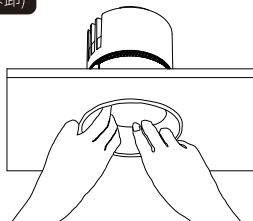

图18
1.圆形款灯具拆卸时，需要整灯拆卸，双手操作，抓着反光罩内部边缘，往下拉至灯体与天花板之间产生间隙后，换成抓着反光罩外侧按压住安装弹出取出灯具，如图18所示.